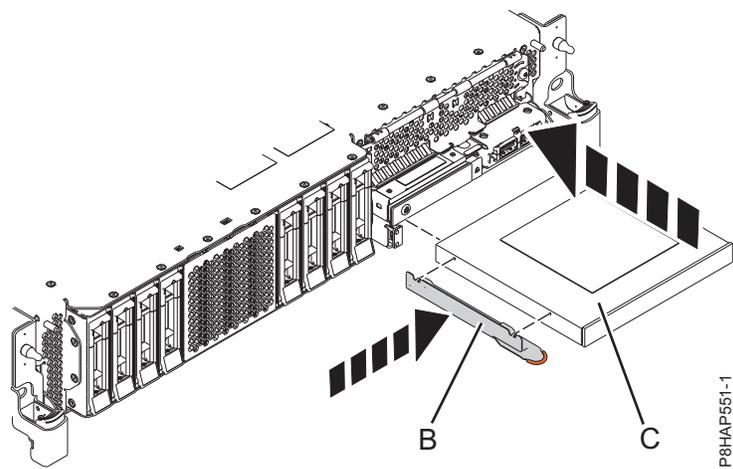
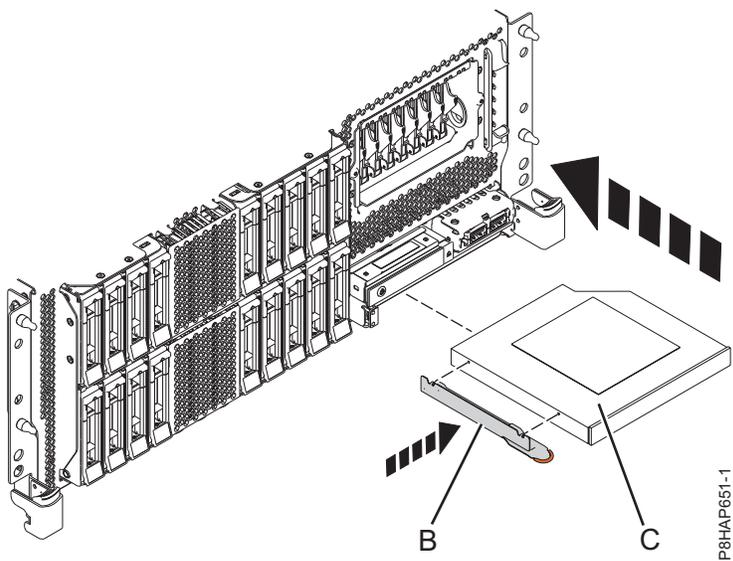
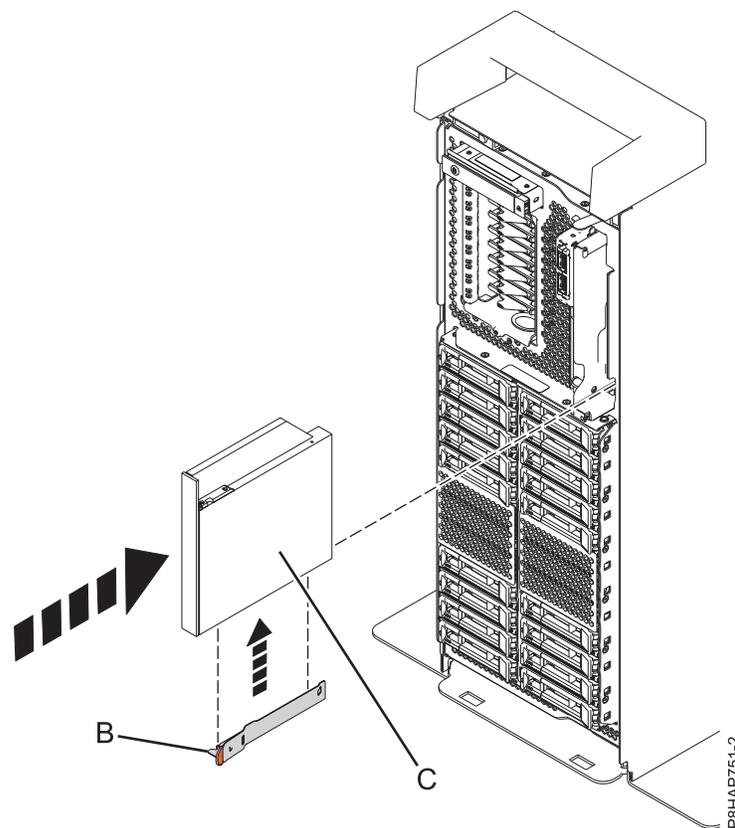

Figura 2. Instalar um Dispositivo de suporte Slimline num sistema 5148-21L, 5148-22L, 8247-21L, 8247-22L, 8284-21A ou 8284-22A
Figura 3. Instalar um Dispositivo de suporte Slimline num sistema montado em bastidor 8247-42L, 8286-41A ou 8286-42A
Figura 4. Instalar um Dispositivo de suporte Slimline num sistema autónomo
4. Anexe o suporte de fixação (B) ao novo Dispositivo de suporte Slimline, conforme demonstrado em Figura 2 na página 6 para um sistema 5148-21L, 5148-22L, 8247-21L, 8247-22L, 8284-21A ou 8284-22A, Figura 3 na página 6 para um sistema 8247-42L, 8286-41A ou 8286-42A ou Figura 4 na página 7 para um sistema autónomo 8286-41A.
5. Alinhe o dispositivo de suporte Slimline (C) com o compartimento do suporte e apoie a parte inferior do dispositivo enquanto o desliza até estar meio dentro do sistema.
Para um sistema 5148-21L, 5148-22L, 8247-21L, 8247-22L, 8284-21A ou 8284-22A, consulte Figura 2 na página 6, para um sistema 8247-42L, 8286-41A ou 8286-42A, consulte Figura 3 na página 6 ou para um sistema autónomo 8286-41A, consulte Figura 4 na página 7.